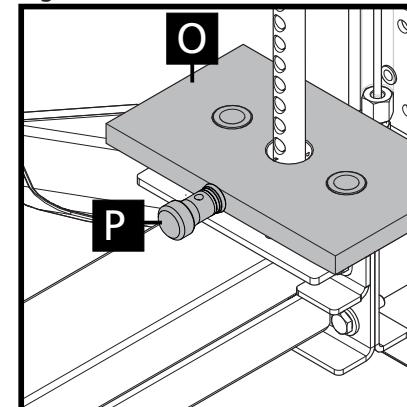

Figura 8-2
2 - Com o peso (O) colocado ajuste a altura do peso fracionado (N) rosqueando ou desrosqueando o parafuso em destaque (Figura 8-2).